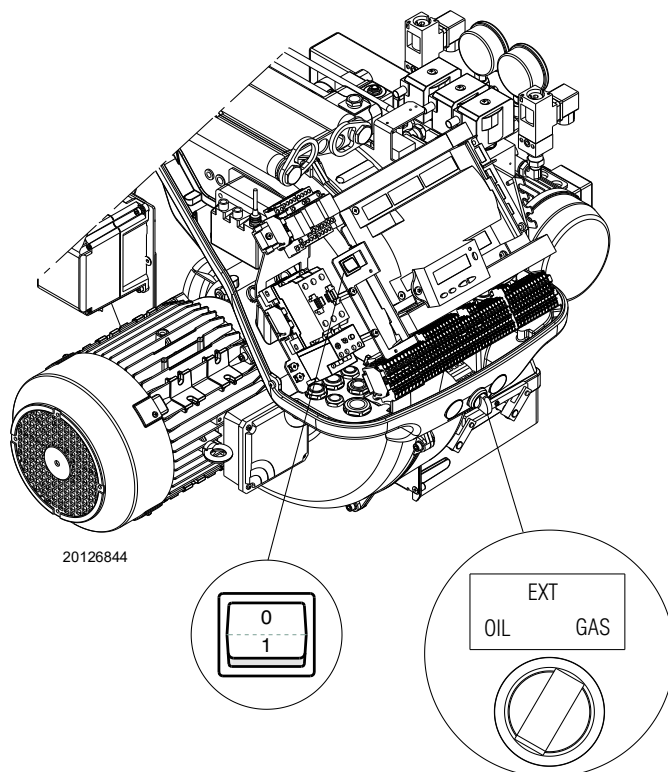

Fig. 40
- Fermer les thermostats/pressostats et mettre l'interrupteur de la Fig. 40 sur «1».
- Mettre l'interrupteur sur « OIL » (Fig. 40) pour le fonctionnement au fioul et sur « GAS » pour le fonctionnement au gaz.
- 1 Avec le sélecteur « OIL-EXT-GAS » (Fig. 40).